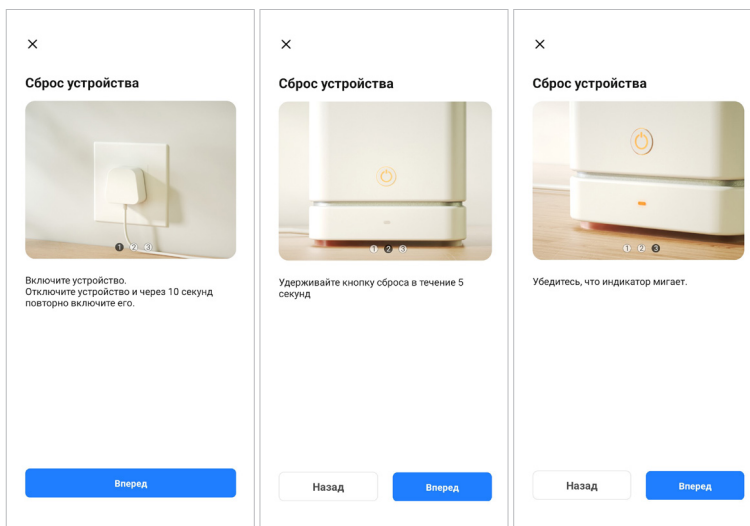

Рис. 3-4
3.5. Следуйте дальнейшей инструкции в приложении (рис. 3-4).